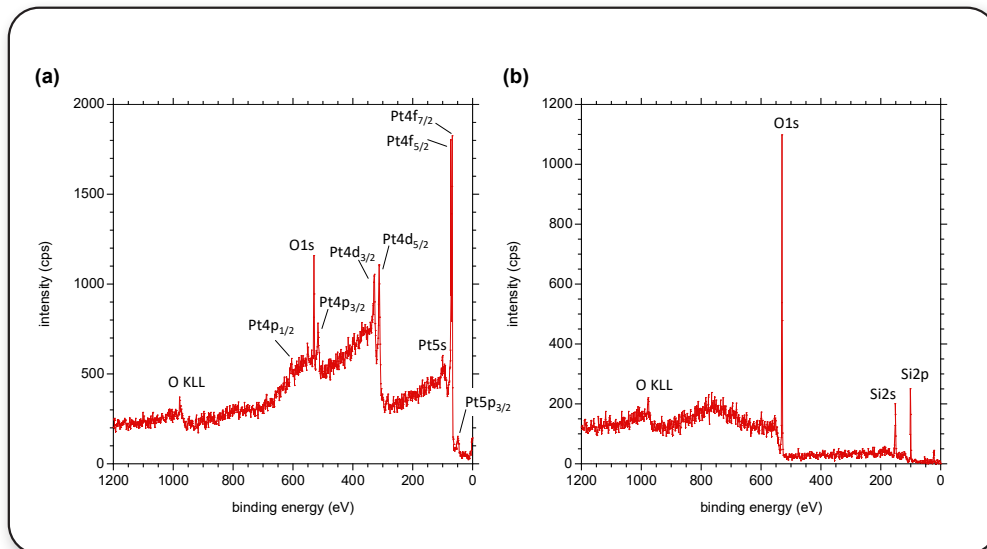

図3. Ptパターンの微小部XPSスペクトル。
図1 (b) に表示した① (Ptパターン部分) と② (基板部分) の微小部XPSスペクトルをそれぞれ図3 (a) と (b) に示す。分析領域は数字1, 2を囲む円の内側に概ね相当する。Ptパターン部分を狙うとPtのピークが、パターンを避けると基板由来のSiピークが観測され、イメージングの結果が妥当であることが確認できる。Ptパターン部分のXPSスペクトルに観測される酸素はPt酸化物に由来し、Ptパターン部分にはPt単体とPt酸化物が混ざっていることが示唆される。